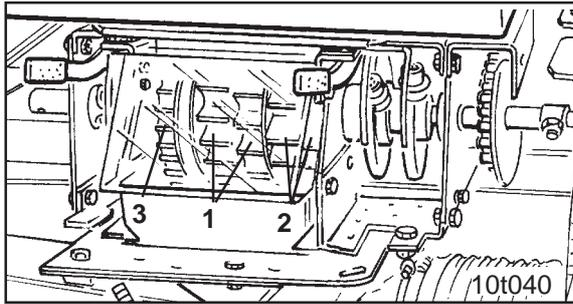

Fig. 20.1
- ein weißfarbenedes Hauptsärad (Fig. 20.1/1)
- ein orangefarbenes Hauptsärad (Fig. 20.1/2)
- ein rotschwarzfarbenes Feinsärad (Fig. 20.1/3).